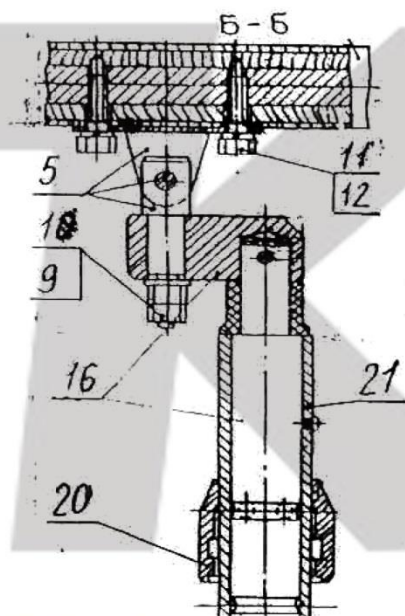

Рис. 3
3. Жердь 6 крепится к седлу шарнира 5 болтами 11 с шайбами 12 (см. рис. 3). Шарнир с помощью гаек 10 с шайбой 9 устанавливается на головке вертлюга 16 и имеет возможность вращаться (см. рис. 3).
4. Вертлюг 16 вставляется в колонку 21 стойки рамы 1 (см. рис. 3) и имеет, а вместе с ним и жердь, возможность перемещаться вертикально и в горизонтальной плоскости вокруг оси.
5. В вертикальном направлении вертлюг фиксируется через шаг 50мм посредством 3-х шариков, которые под весом втулки 20 (см. рис. 3) заходят в кольцевую канавку вертлюга.
6. Прикрепите к жердям 6 седла шарниров 5 с помощью болтов 11 и шайб 12 (см. рис. 3).
9. На поверхности стержня вертлюга 16 (см. рис. 3) имеются кольцевые проточки с шагом 50 для фиксации вертлюга на определенной высоте. Фиксация вертлюга производится шариками и втулкой 20 при опускании её в нижнее положение. При регулировке жердей по высоте, нельзя поднимать вертлюг выше уровня, отмеченного канавкой на его стержне, окрашенной в красный цвет.